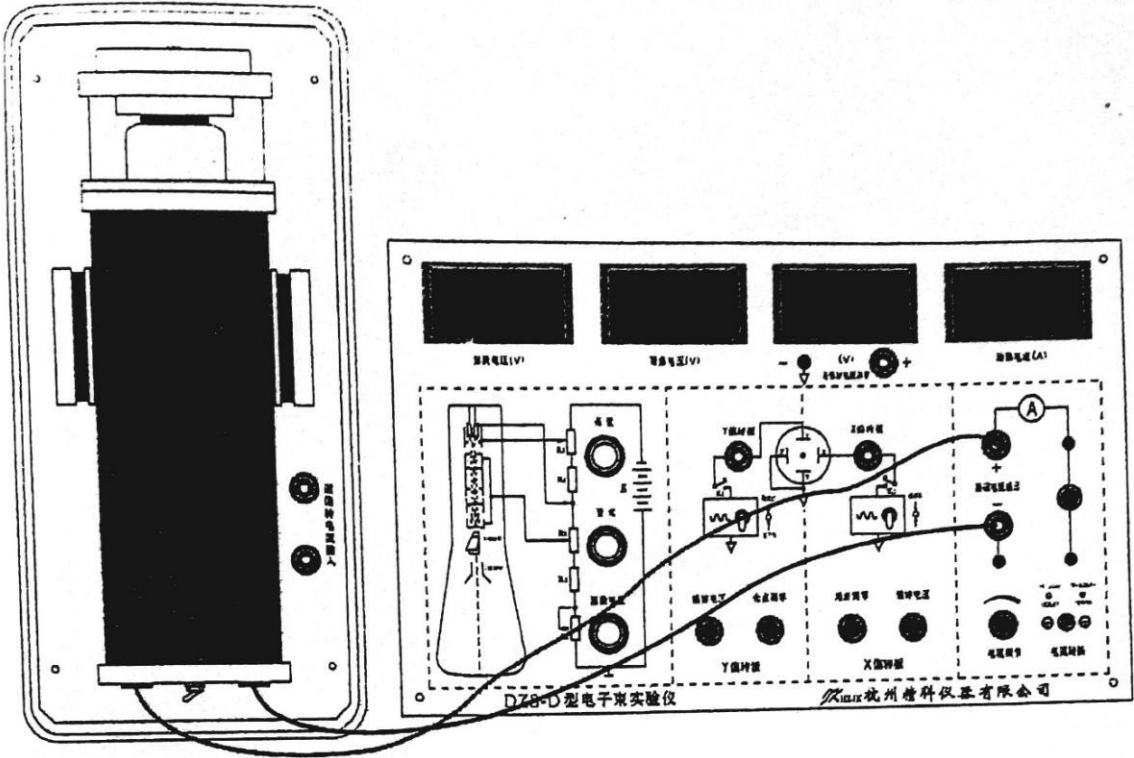

图 9 磁聚焦和电子荷质比的测量接线图
(1) 按图 9 所示接线
(2) 把主机“励磁电流输出”两插座与螺线管前面板“励磁电流输入”的两插座用导线连接，把“电流调节”旋钮逆时针旋到底。
(3) 开启电子束测试仪电源开关，“电子束—荷质比”转换开关 K_1 置于“荷质比”位